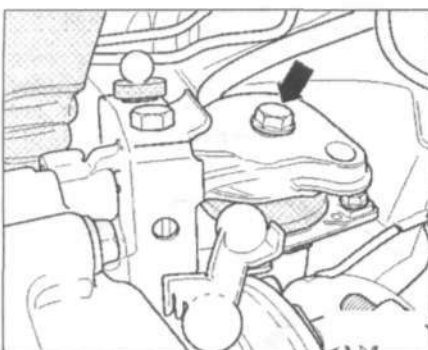

Рис. 9.14. Открутите болт (стрелка) крепления коробки передач слева.
7. Открутите болт (стрелка) крепления коробки передач слева (рис. 9.14).